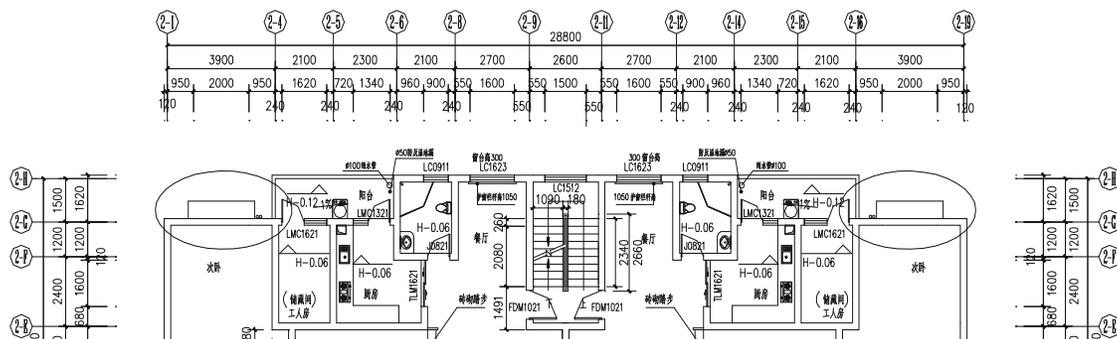

图 11-1-40
**STEP 03** 使用删除命令 ERASE 将轴线 ②-1—②-4 之间次卧凸窗里面的线删除，只留最外边的轮廓线，因为左右对称，所以右边也一样。
**STEP 04** 使用绘制直线命令 LINE 将该处的缺口封闭起来，如图 11-1-40 所示。